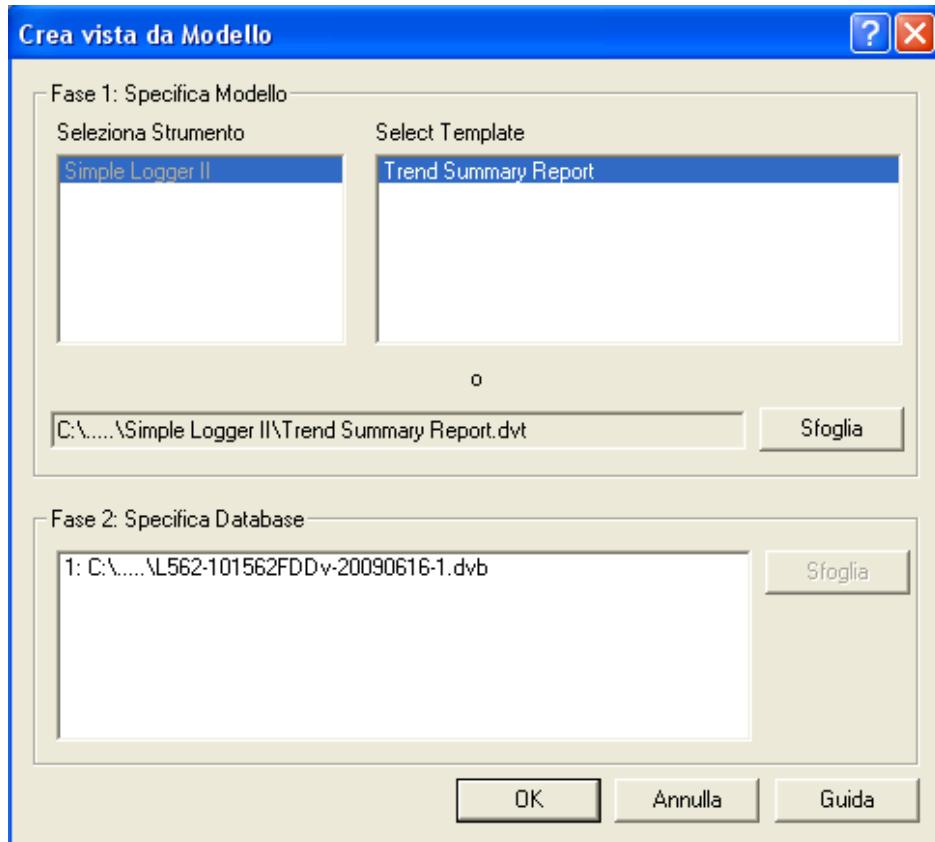

Figura 2-9
- 5)** rispondendo "SI", la finestra principale di DataView® sarà ricondotta nel Background, facendo posto allora ad una nuova finestra d'aiuto per impostare nuovi tracciati mediante modelli preimpostati (osservare la figura 2-9 più avanti);